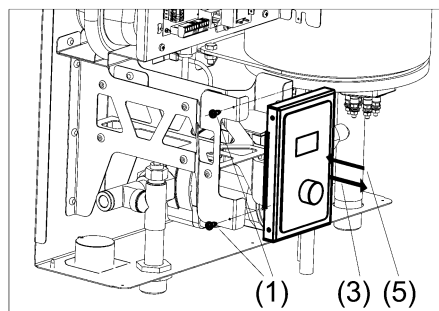

Рисунок 20. Замена блока управления
- (1) Выкрутите по два самореза с левого и правого торца кронштейна (см. рис. 20).
- (2) Аккуратно выдвиньте блок управления на себя.
- (3) Отсоедините коммутационный шнур от прежнего блока управления
- (4) Подсоедините коммутационный шнур к новому блоку управления.
- (5) Поставьте новый блок управления на прежнее место.
- (6) Вкрутите по два самореза с левого и правого торца кронштейна
- (7) Подсоедините коммутационный шнур к новому блоку управления.
- (8) Поставьте новый блок управления на прежнее место.
- (9) Вкрутите по два самореза с левого и правого торца кронштейна.